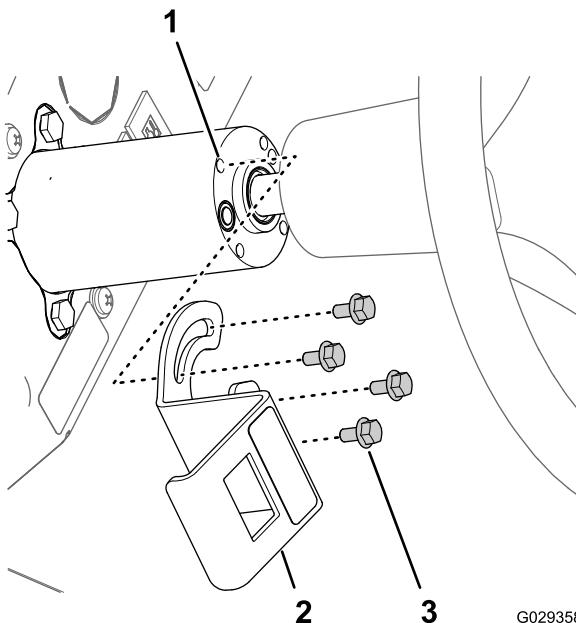

Figure 25
- Alignez les fentes du support de l'interrupteur de COMMANDE DE MOUSSE et les 4 inserts filetés de la colonne de direction (Figure 25).
- Passez le connecteur à 8 douilles par l'ouverture dans le support et branchez-le sur les broches (Figure 25) situées au dos de l'interrupteur à palette à 3 positions (interrupteur de COMMANDE DE MOUSSE).